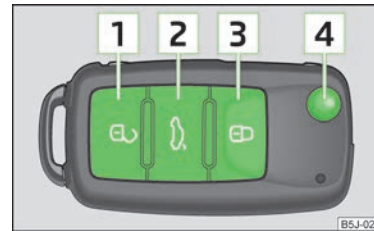

Abb. 12
- › Die Taste **[1]** » Abb. 12 drücken.
- › Die Taste **[3]** » Abb. 12 drücken.
- › Die Taste **[3]** » Abb. 12 zweimal innerhalb von 2 Sekunden drücken. Weitere Informationen » Seite 25.
- › Die Taste **[2]** » Abb. 12 drücken. Weitere Informationen » Seite 31.
- › Die Taste **[4]** » Abb. 12 drücken.
- › Die Taste **[4]** » Abb. 12 drücken und den Schlüsselbart einklappen.